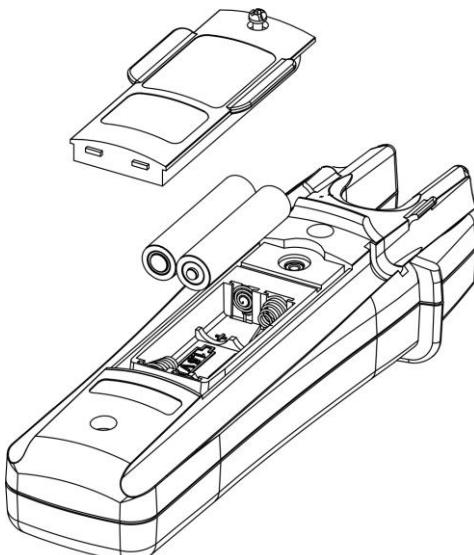

Fig. 8 : Remplacement de la batterie
4. Débrancher les piles du connecteur (voir Fig. 8)